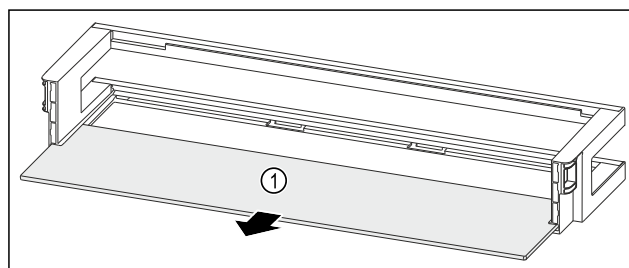

Fig. 221 Dveřní přihrádka s odkládací plochou
- ▶ Odkládací plochu Fig. 221 (1) odeberte.